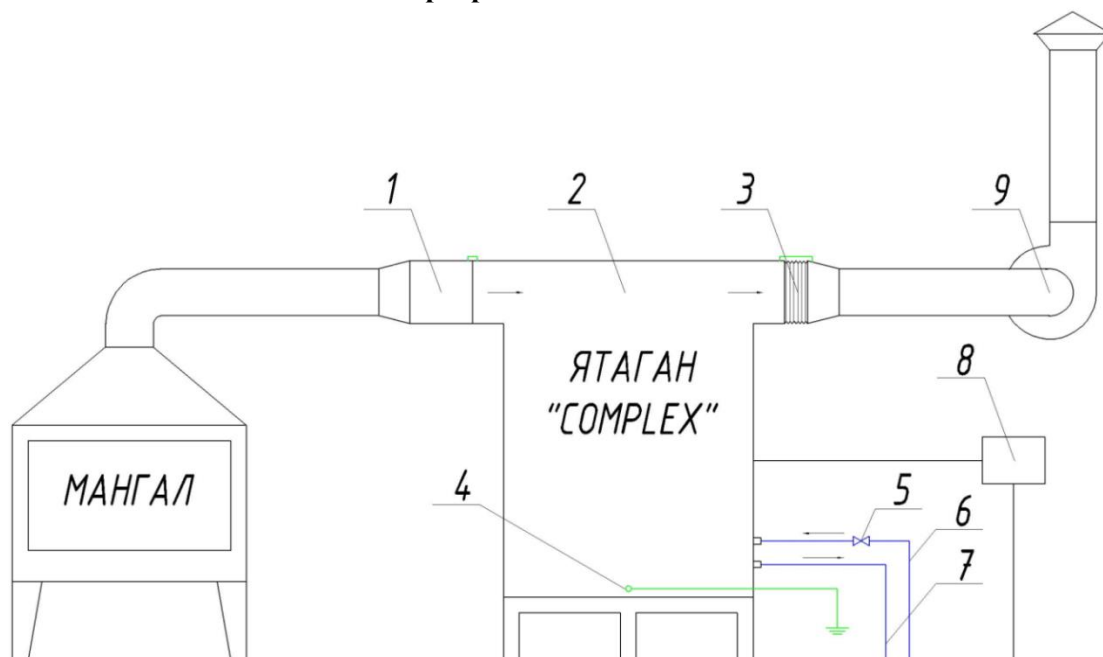

Рис. 3. Схема подключения Газоконвертора
- Включить вентилятор вентиляционной системы (Рис. 3, поз. 9)
- Выключить вентилятор вентиляционной системы (Рис. 3, поз. 9)
- Открыть кран подачи сетевой воды (Рис. 3, поз. 5)
- Закрыть кран подачи сетевой воды (Рис. 3, поз. 5)